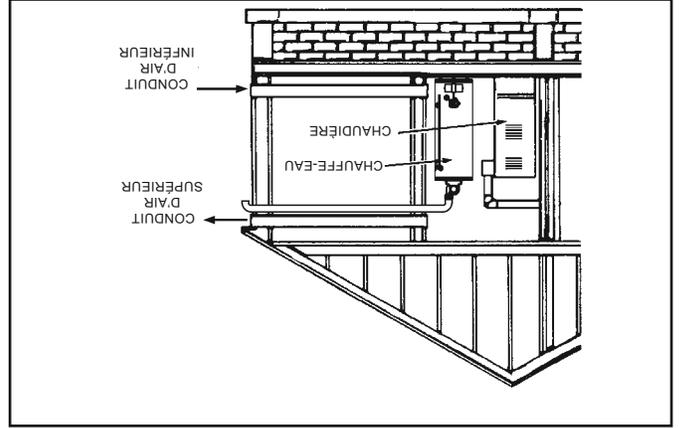
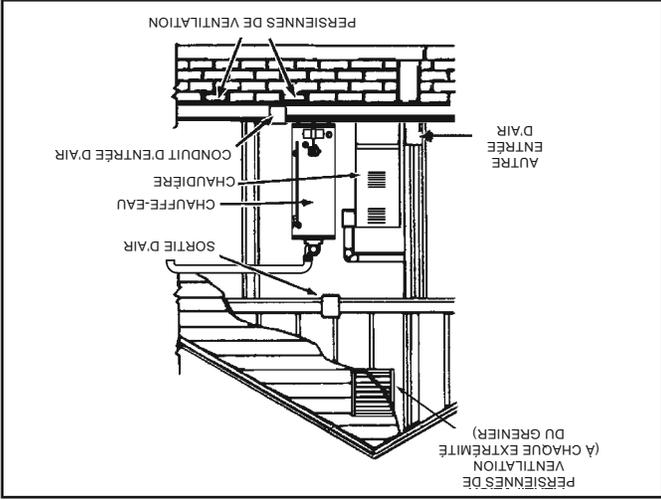

Figure 20.
Figure 18.
4. Lorsque des conduits sont utilisés, ils devront avoir la même section transversale que l'aire libre des ouvertures auxquelles ils sont raccordés. La dimension minimale du petit côté des conduits d'air rectangulaires devra être d'au moins 76 mm (3 po) (voir Figure 20).
Utiliser cette méthode si l'air comburant intérieur est insuffisant (voir Figure 18 à Figure 20). L'espace des appareils devra être pourvu de deux ouvertures permanentes, l'une placée à moins de 300 mm (12 po) du haut et l'autre à moins de 300 mm (12 po) du bas de l'espace clos. Ces ouvertures doivent communiquer, directement ou au moyen de conduits, avec l'extérieur ou avec des espaces (vide sanitaire ou grenier) qui communiquent librement avec l'extérieur. 1. En cas de communication directe avec l'extérieur, chaque ouverture doit avoir une aire libre minimale de 5,5 cm²/kW (1 po² par 4 000 BTU/h) de la puissance d'entrée totale de tous les appareils installés dans l'espace clos (voir Figure 18).
3. En cas de communication avec l'extérieur au moyen de conduits horizontaux, chaque ouverture doit avoir une aire libre minimale de 5,5 cm²/kW (1 po² par 2 000 BTU/h) de la puissance d'entrée totale de tous les appareils installés dans l'espace clos (voir Figure 20).